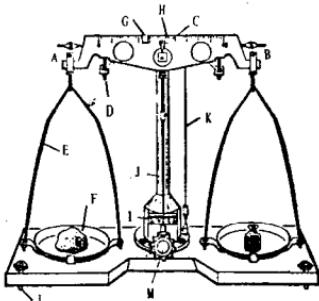

图1-9
1. 天平的构造 天平的构造如图1-9所示。天平实际上是一个杠杆, 支点在中央刀口C处, C置于刀座上, 使横梁能自由